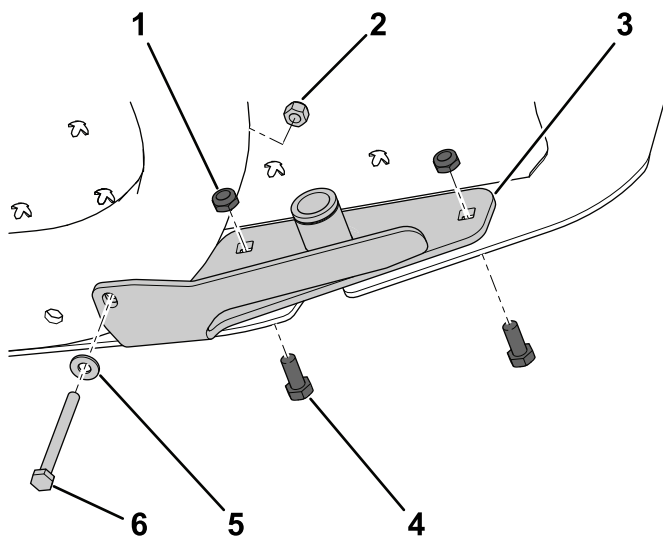

Bild 17
2. Befestigen Sie die Unterseite der Nabe mit einer Schraube (1/4" x 2 3/4"), einer Scheibe (1/4") und einer Sicherungsmutter (1/4") am Maschinenrahmen, siehe Bild 17.